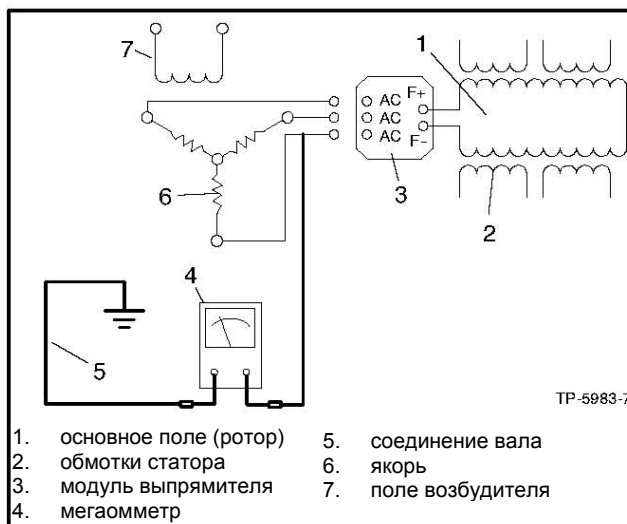

Рисунок 8-7 Подключение мегаомметра к якорю возбуждателя
4. Проверить обмотку якоря возбуждателя на предмет КЗ на землю. Мегометром подать постоянный ток 500 вольт на оба вывода якоря и станину якоря. При использовании мегаомметра следуйте инструкциям изготовителя. См. Рисунок 8-7. Показание примерно 1.5 МОм и выше указывает на то, что якорь возбуждателя работает нормально. Показания ниже 1,5 мОм указывают на потерю свойств изоляцией обмоток и возможную утечку тока на землю; в таком случае следует заменить якорь возбуждателя.